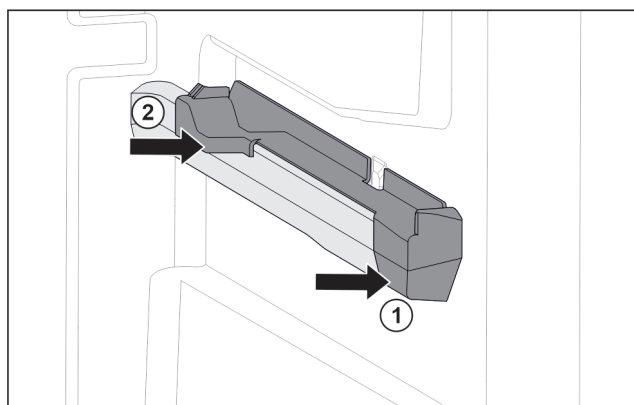

Fig. 124 Наставка върху дясното ребро на съда
- Поставете наставката отпред към реброто на съда. Fig. 124 (1)
- Притиснете наставката отзад. Fig. 124 (2)